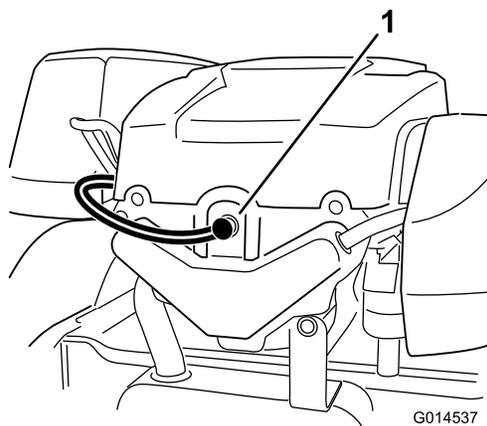

Figura 33
2. Staccate il cappellotto della candela (Figura 33).
3. Collegate il cappello alla candela (Figura 33).